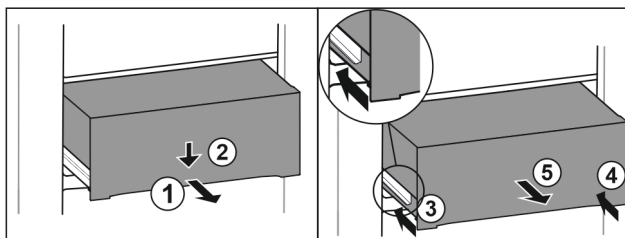

Fig. 125
- ▶ Wyciągnąć szufladę do połowy. Fig. 125 (1)
- ▶ Popchnąć szufladę z przodu w dół. Fig. 125 (2)
- ▶ Wsunąć lewą szynę o ok. 2 cm. Fig. 125 (3)
- ▶ Wsunąć prawą szynę o ok. 2 cm. Fig. 125 (4)
- ▶ Wyjąć szufladę do przodu. Fig. 125 (5)